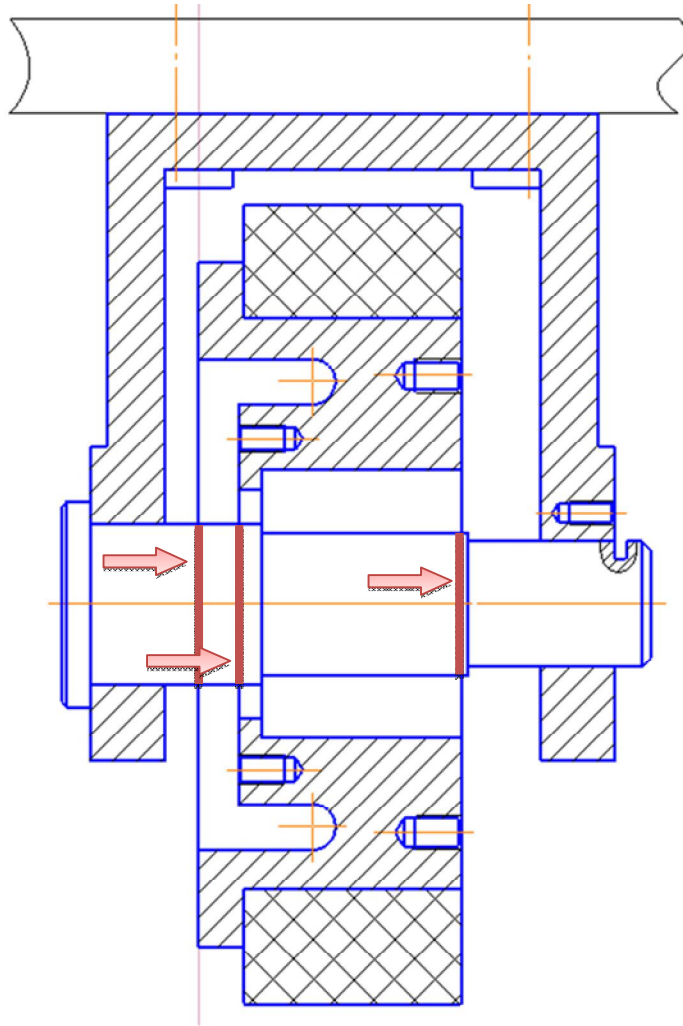

Рис. 4.13. Отрезки, которые необходимо удалить
- Выберите команду «Усечь кривую»  на панели «Редактирование»  и щелкните на указанных участках линии (рис. 4.13).